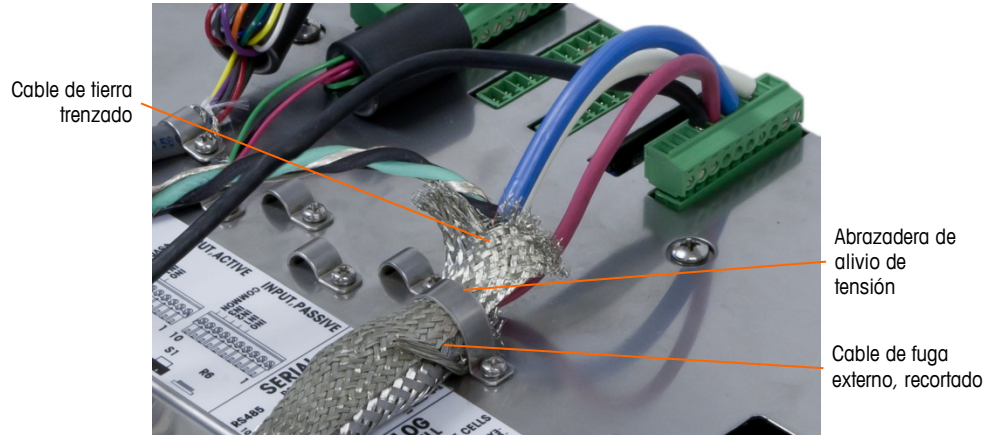

Figura 2-51: Terminación de la trenza externa del cable de conexión, panel
- b. Deslice hacia adelante la trenza externa para cubrir la trenza interna y el forro metálico. Extraiga el cable de fuga de energía externo hacia atrás sobre la trenza externa y recórtelo aproximadamente a 25 mm (1 pulgada). Coloque el cable de tierra trenzado plano alrededor del cable de conexión y el cable de fuga de energía antes de asegurar finalmente todo en la cubierta posterior del IND780 con la abrazadera grande para cable de alivio de tensión incluida con la unidad (Figura 2-51). El otro extremo del cable trenzado plano se termina en la barra de conexión a tierra.